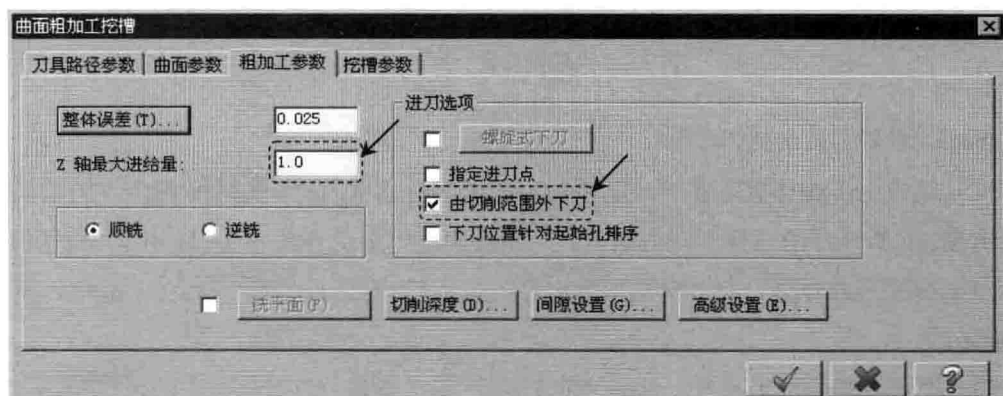

图 1.9 “粗加工参数”选项卡
Step9. 设置粗加工参数。在“曲面粗加工挖槽”对话框中单击粗加工参数选项卡，设置参数如图 1.9 所示。